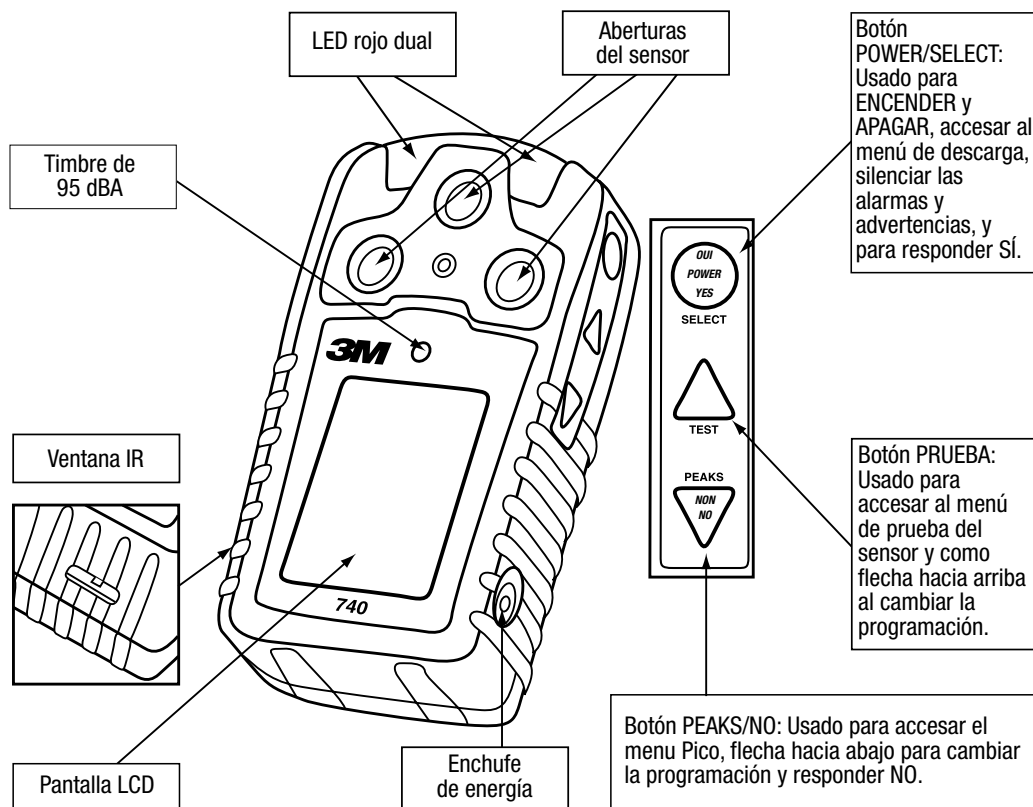

Fig. 1 – Funciones del Monitor Serie 740
Los componentes del Monitor están ensamblados en una caja plástica ABS/PC de 12 (altura) x 6.8 (peso) x 3.5 (diámetro) cm [4.8 x 2.7 x 1.4 pulg] (Fig. 1). En el frente del equipo está la pantalla (LCD), la entrada del sensor, la abertura de la alarma auditiva y el LED de alarma visual. En uno de los lados del equipo están los botones de encendido/selección, prueba, y pico/no (POWER/SELECT, TEST, y PEAK/NO) y el interruptor de energía. En el otro lado de el equipo está la ventana de comunicación infrarroja (IR). En la parte trasera del equipo se encuentra un clip para bolsa/cinturón y una etiqueta con la información sobre seguridad intrínseca y el número de serie.